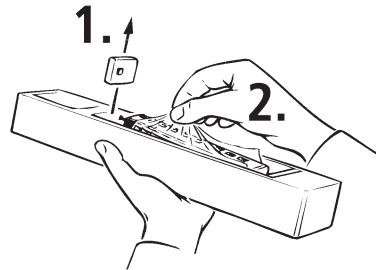

Fig. 3
**Aggiunte:** Per il funzionamento è possibile scegliere tra diversi giunti (Fig. 3). Consigliamo di utilizzare il giunto corto ROCO.
Nel sacchetto degli elementi aggiuntivi com-preso nella fornitura sono presenti anche dei piccoli elementi ad innesto fedeli agli originali per un'aggiunta supplementare alla Vostra locomotiva (Fig. 3) i quali devono essere montati con attenzione.